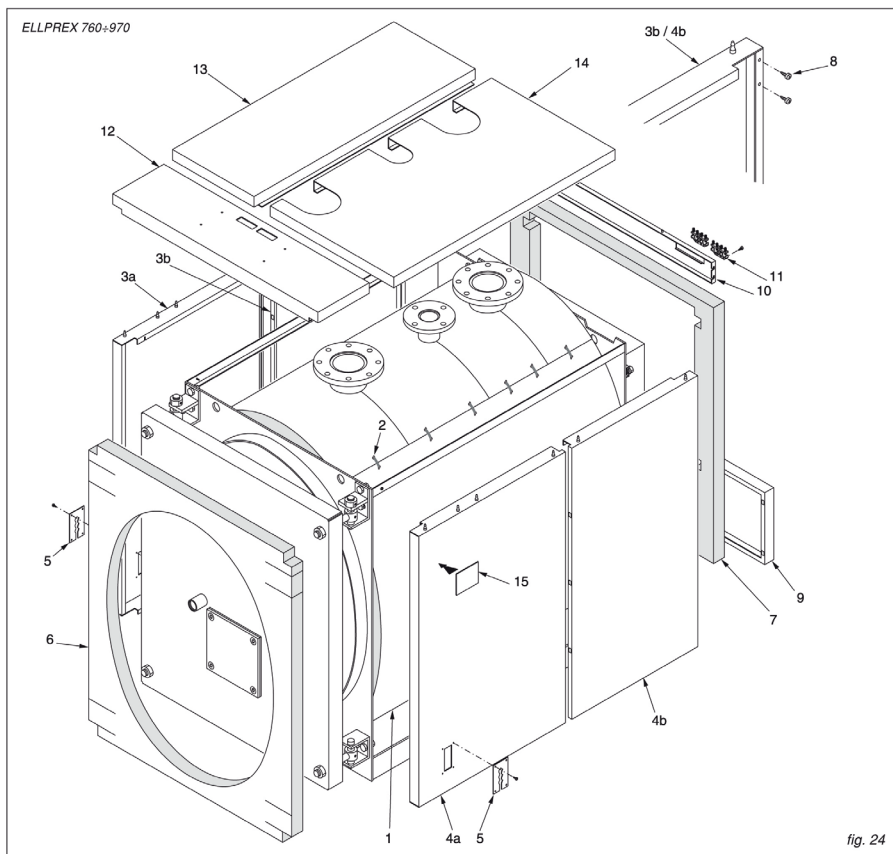

fig. 24
**Atención:** Para los modelos comprendidos entre **ELL 760** y **ELL 2200** (ref. fig. 24 y 25) la carcasa y el aislamiento de la caldera están dentro de tres embalajes marcados:
### Secuencia de montaje (Ref. fig. 24)